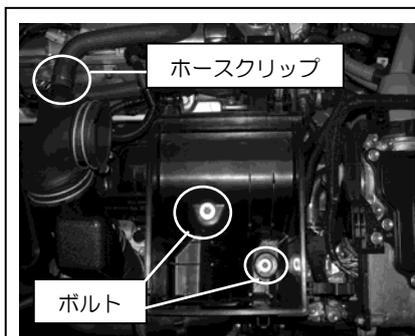
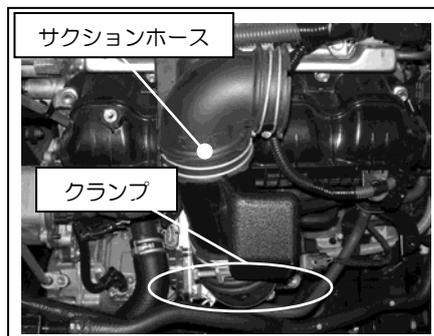

図 2
図 3
- ②ボルト 2 ヲ所を外し、クリーナーBOX 下側を取り外します。同時に、ブローパイプも取り外します。(図 2 参照) ③サクシオンホーススロットル側のクランプを外し、取り外します。(図 3 参照)